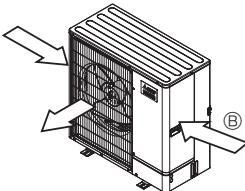

Fig. 2-4
- ③ Posicione a unidade de forma a que o ar seja libertado perpendicularmente à direcção do vento, se possível. (Fig. 2-4)
- ④ Direcção do vento